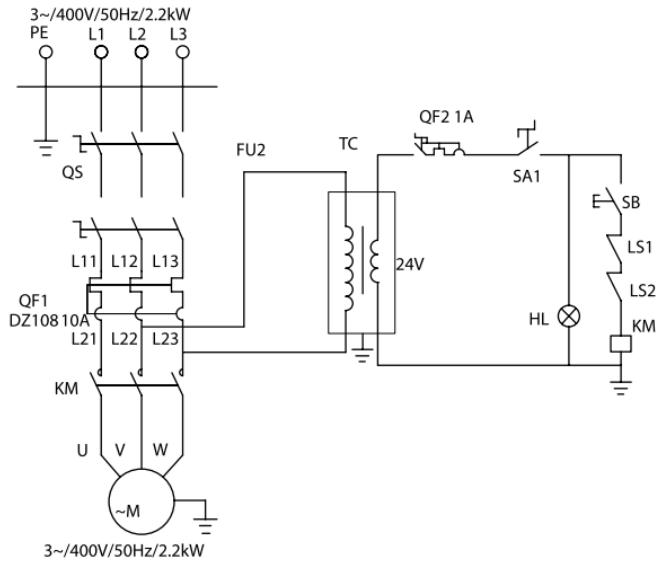

Рисунок 9 – Электрическая схема
18. Подключите питание к насосной станции. Рекомендуется подключение через отдельный автомат защиты на 30 А. Электрическая схема на рис. 9.